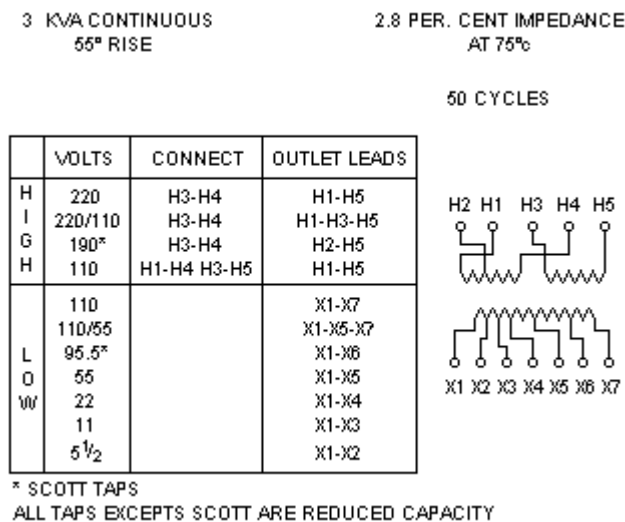

Figura 1
- Dos transformadores monofásicos de iguales características. En la figura 1 se observan los datos de placa del transformador.